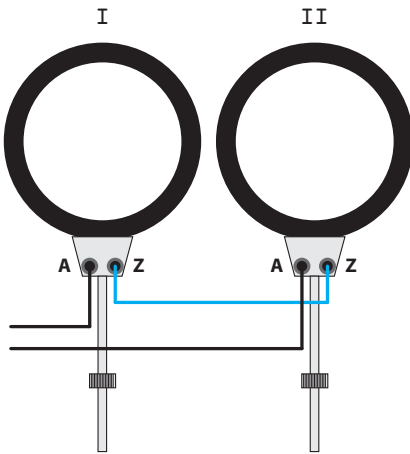

FIGURE 1 : MONTAGE EN SÉRIE
- En cas de montage en série, relier la douille Z de la bobine 1, à la douille Z de la bobine 2 (figure 1).